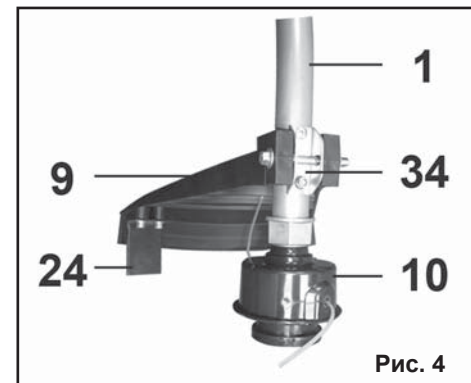

Рис. 4
6.1. Установка защитного кожуха (Рис. 4)